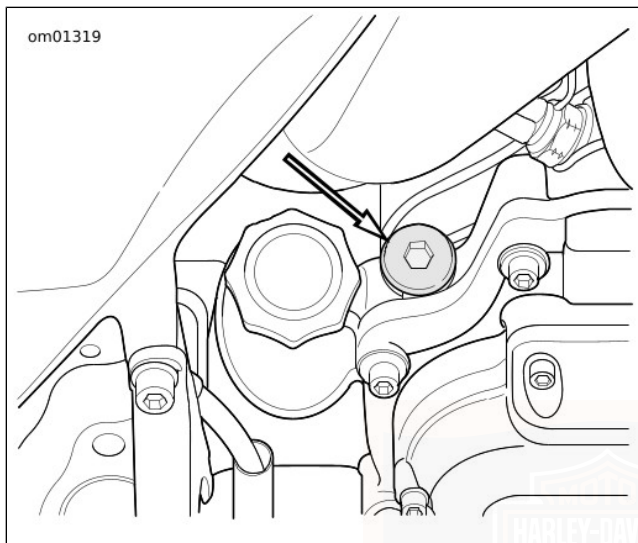

Abbildung 41. Lage des Getriebeeinfüllverschlusstopfens/Ölmesstabs
2. Siehe Abbildung 41. Den Getriebeeinflussverschlussstopfen/Ölmessstab entfernen. Den Ölmessstab sauber wischen.
1. Siehe Abbildung 41. Den Getriebeeinflussverschlussstopfen/Ölmesststab entfernen.